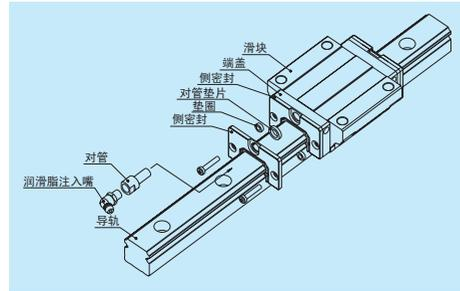

图 14 双密封
(3) 双密封
- 对标准完成品追加安装时，请利用在表 14 中所表示的双密封组件（图 14）。
- 将双密封安装后，再把润滑脂注入嘴安装到端盖上时，需要如图 14 所表示的对管。